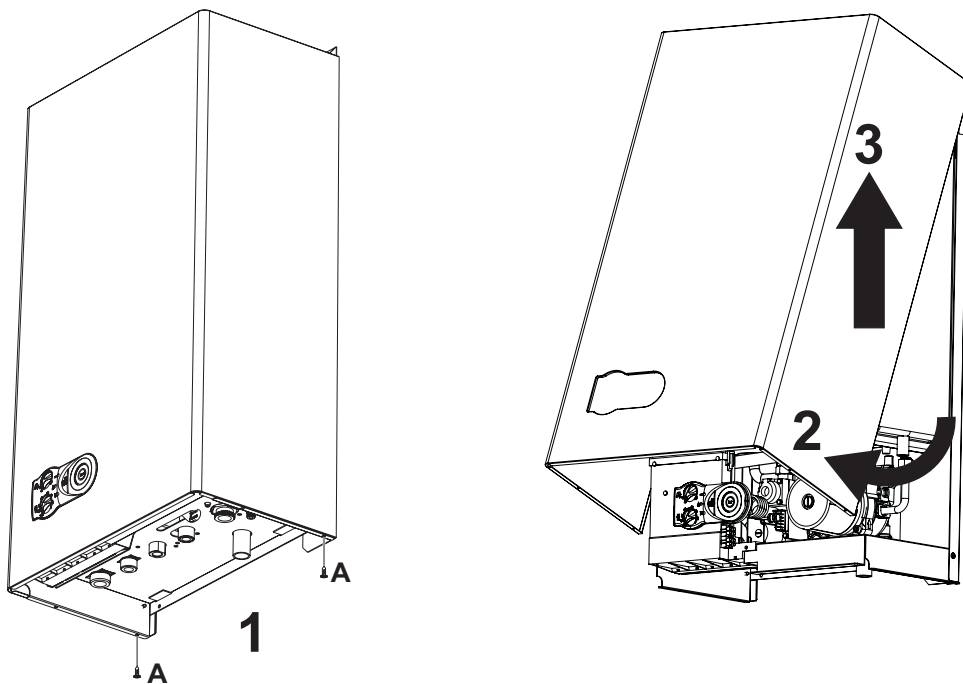

рис. 11 - Снятие кожуха
1. Отвинтите винты "А" (см. рис. 11).
2. Поверните кожух (см. рис. 11).